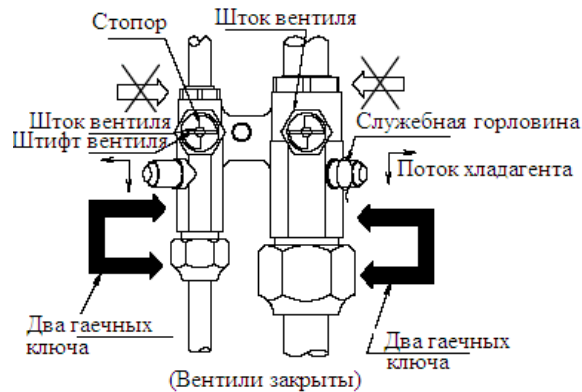

Рис. 5
Наименование деталей запорных вентилях трубопроводов, соединяющих внутренний и наружный блоки, указано на Рис. 5. На момент поставки с завода-изготовителя вентили закрыты.
2. Когда штифт вентиля упрется в стопор, вентиль будет закрыт (см. Рис. 5).